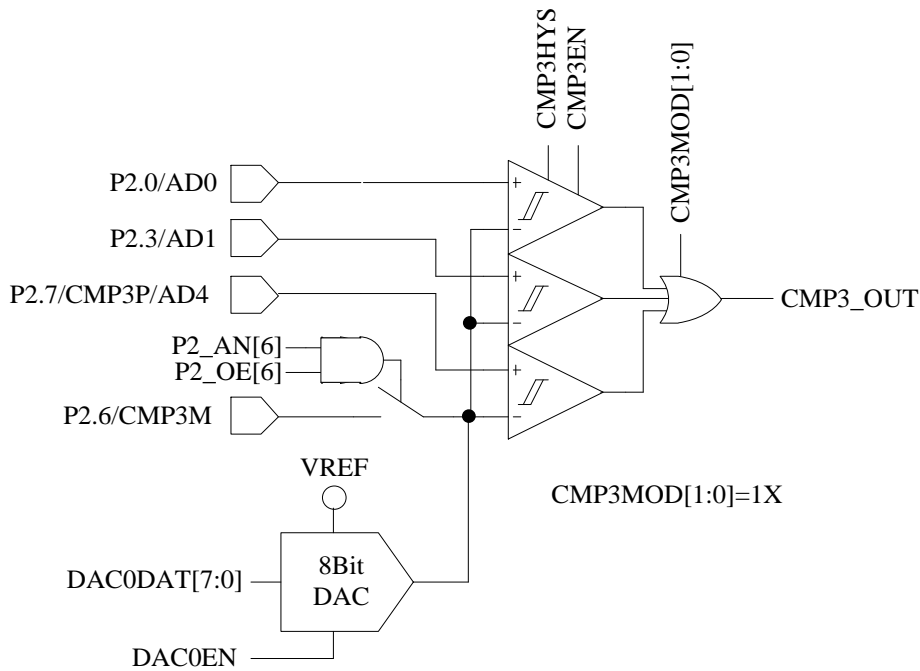

图 30-4 CMP3MOD[1:0]=1X，选择三比较器输入模式
- 配置 CMP\_CR1[CMP3MOD] = 1X，CMP3 为三比较器输入模式，具体输入输出端口及接法如图 30-4 所示